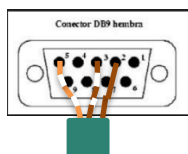

Figura 24.
4- En el otro extremo del cable UTP se debe soldar el conector DB9 con la siguiente configuración “Blanco naranja (5), Blanco café (3) y Café (2)”, (ver figura 24).